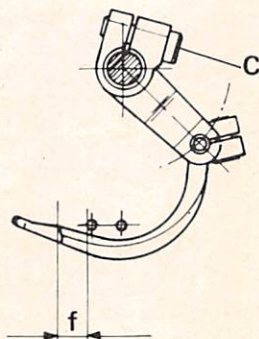

Fig. 32
2. (quota 'f'). Per ottenere la quota 'f' allentare la vite C (fig. 32) e ruotare il porta crochet.
2. (distance "f") To obtain distance "f", slacken screw C (fig. 32) and turn looper holder.